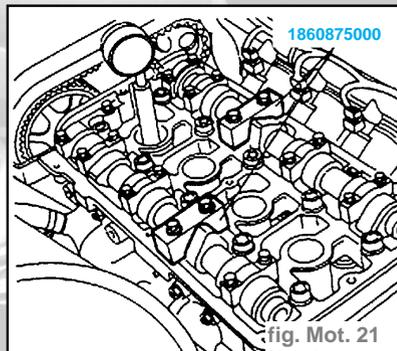

fig. Mot. 21
- Positionner et fixer la paire d'outils **1860875000** au niveau des chapeaux déposés précédemment (fig. Mot. 21).
- Pour le calage des arbres à cames, placer les outils **1860892000** en lieu et place du chapeau du 2ème cylindre de distribution côté échappement et du chapeau du 3ème cylindre côté admission (fig. Mot. 21).